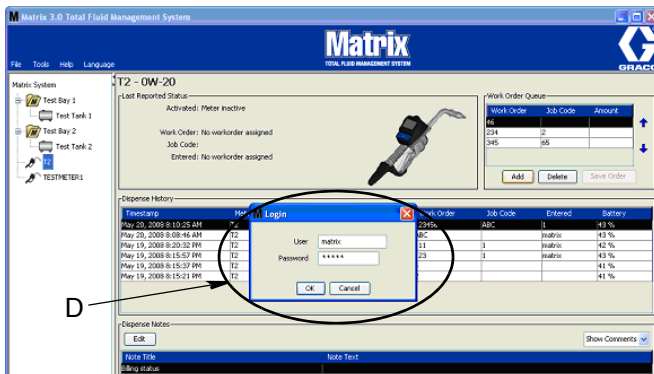

Рис. 189
- В диалоговом окне (D) (Рис. 189) укажите имя пользователя и пароль. Нажмите кнопку «OK» [OK].